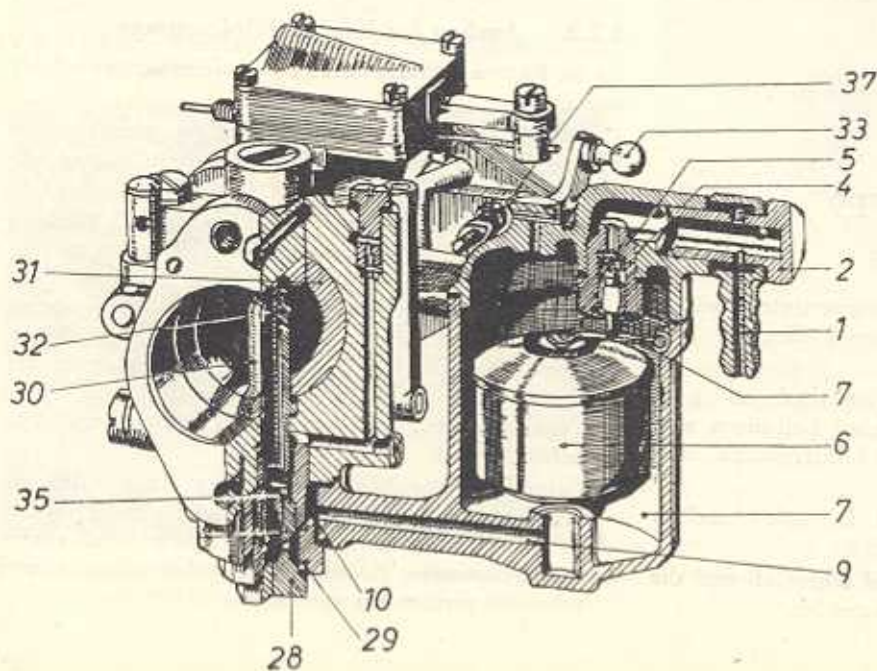

Bild M 55
Nunmehr ist das Schwimmergehäuse gegen weiteren Kraftstoffzufluß abgeschlossen. Sinkt das Kraftstoffniveau durch Absaugen von Kraftstoff aus dem Vergaser durch den Motor, so sinkt auch der Schwimmer (6), der Nadelsitz wird von der Schwimmernadel wieder freigegeben und die abgesaugte Kraftstoffmenge wird durch neu zufließenden Kraftstoff ersetzt. Vom Schwimmergehäuse gelangt der Kraftstoff durch die Bohrung (9) in den kreisringförmigen Raum (10) an der Hohl-schraube (29) (Bild M 55).